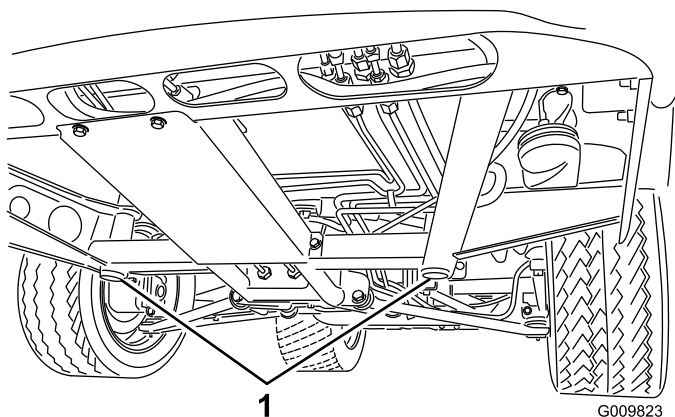
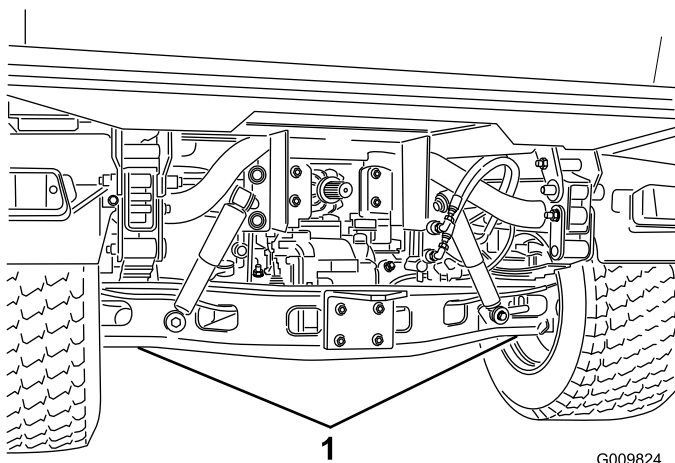

Figure 37
Figure 38
- Le point de levage au cric avant se trouve sous le support de bâti central avant (Figure 37), et le point arrière se trouve sous le pont (Figure 38).